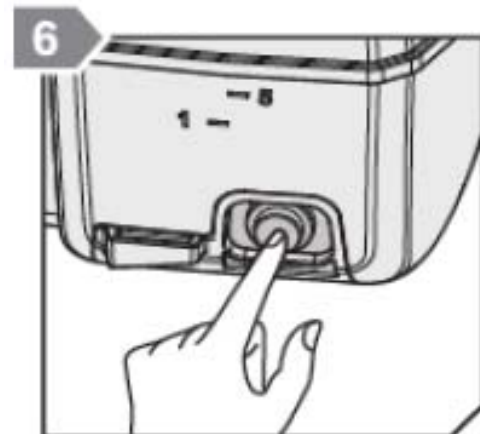

Abb. 21: Einschalten des Geräts
Schritt 7: Drücken Sie die Power-Taste am Gerät (Abb.21).